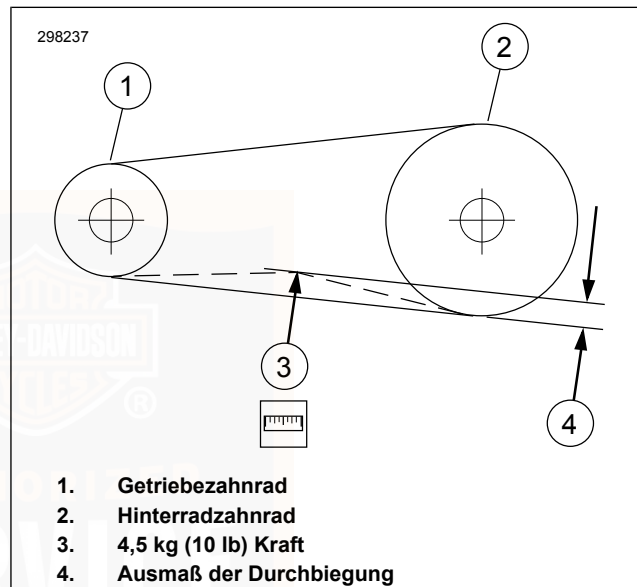

Abbildung 68. Riemendurchbiegung überprüfen
- a. Den O-Ring (4) zur Null-Markierung (3) schieben.
- b. Die Riemenhalterung (2) gegen die Unterseite des Antriebsriemens auf halbem Wege zwischen den Antriebsriemenscheiben anordnen.
- c. Den Knopf (6) nach oben drücken, bis der O-Ring nach unten auf die Markierung 4,54 kg (10 lb) (5) rutscht; dort festhalten.
4. Siehe Abbildung 68 . Bei stillgehaltenem Messgerät Riemendurchbiegung (4) messen.